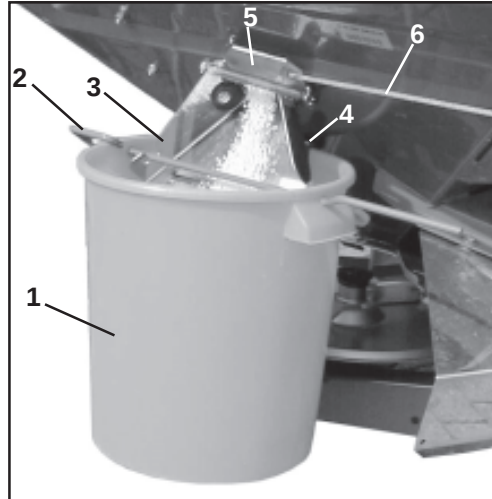

Fig. 7.12
- Indsåningsspanden (Fig. 7.12/1) monteres med beslaget (Fig. 7.12/2) på udløbsslidsken (Fig. 7.12/3). Indsåningsspanden sættes i klemmebeslaget (Fig. 7.12/4 og 7.11/1).
- Sideskoddet (Fig. 7.12/5) på udløbsslidsken åbnes helt (for at opnå en jævn gennemstrømning af gødningen) i ca. 5 sekunder med snoren (Fig. 7.12/6). Herefter fyldes gødningen tilbage i beholderen.